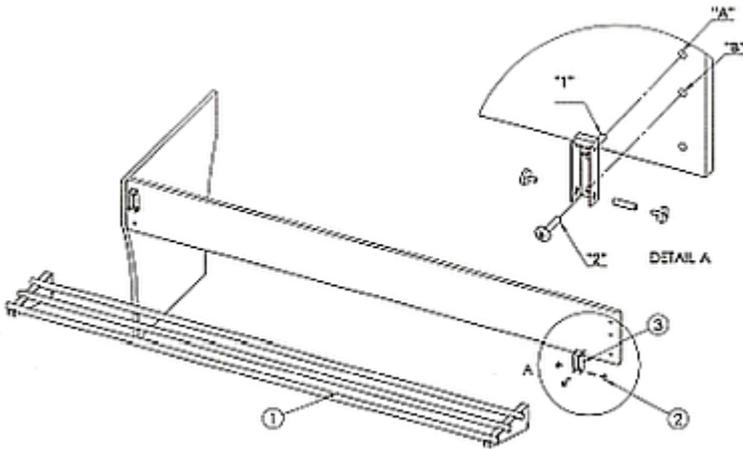
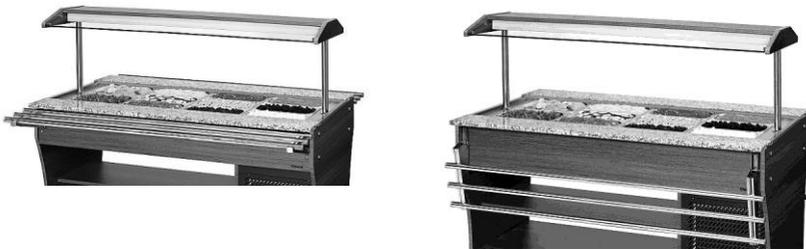

Рис. 4
Рис. 5
1. Для прикрепления держателя ③ (рис. 4) направляющей для подносов следует использовать отверстия „А“ и „В“ (отверстия 1. и 2. на деревянной панели сверху).
3. Прикрепить держатель ③ на деревянной панели, вкручивая для этого винт „1“ в отверстие „А“ и винт „2“ в отверстие „В“.
4. Установить направляющую для подносов ① на держатели и прикрепить ее с помощью прилагаемого дистанцирующего болта ②.
5. При необходимости направляющую для подносов можно сложить (рис. 5).